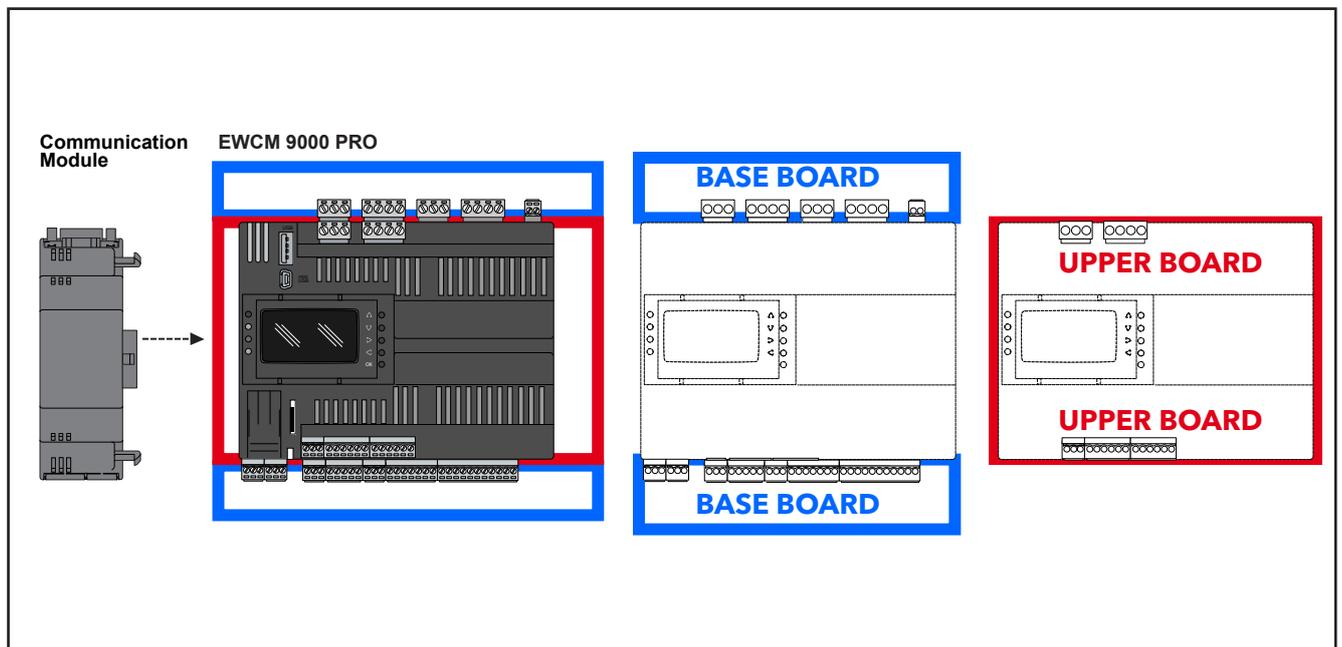

Fig. 2. EWCM 9000 PRO: Placa base e Placa superior
A oferta **EWCM 9000 PRO (HF)** (ver a **Fig. 2 na pág. 15**) é constituída por uma “Placa base” (Base Board) e uma “Placa superior” (Upper Board).